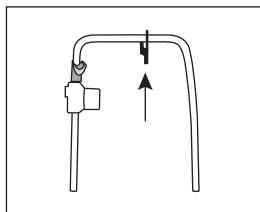

Рис. 2.1
- вставьте зажим для кабеля в верхнюю часть рукоятки (рис. 2.1);